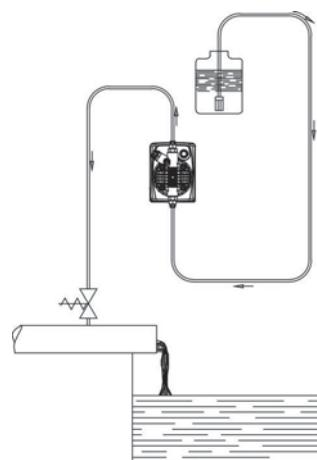

Fig. 6
- c.- Coloque la bomba como se muestra en la figura 5, teniendo presente que se puede fijar tanto por debajo como por encima del nivel del líquido a dosificar, a una distancia máxima de 2 metros. El punto de inyección se debe colocar siempre más arriba que el líquido a inyectar. Cuando la bomba trabaja a presión atmosférica (aditivación con descarga libre) y el depósito del aditivo está colocado más arriba del punto de inyección (Fig. 6), controle periódicamente la funcionalidad de la válvula de inyección, ya que un uso excesivo podría hacer que cayera aditivo y entrara en la bomba (aunque el aparato esté apagado). Si se produjera el problema, inserte una **válvula de contrapresión C** (debidamente tarada entre la bomba dosificadora y el punto de inyección (Fig.6). Para los líquidos que generan vapores agresivos, no instale la bomba encima del depósito a menos que éste esté cerrado herméticamente.